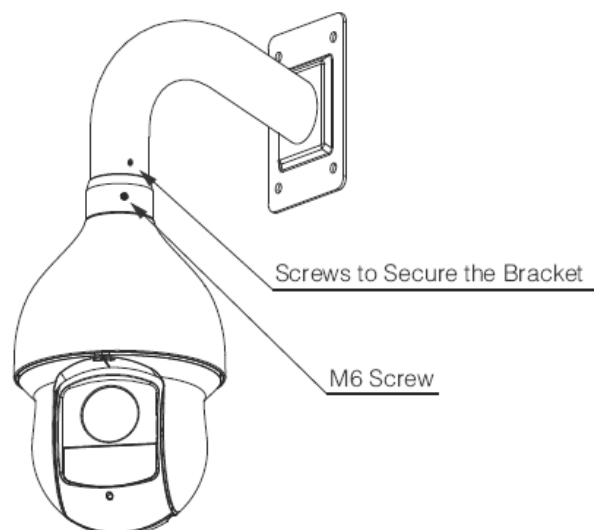

Рисунок 3-2
- 2) Согласно Рисунок 3-2 с помощью внутреннего резьбового соединения кронштейна для настенного крепления до конца присоедините блок переходника и затем закрепите установочным винтом. Проведите составной кабель интеллектуальной скоростной купольной камеры через блок переходника и вытяните с другой стороны кронштейна для настенного крепления. Совместите выступ на верхней части внешней оболочки с внутренним отверстием блока переходника и вставьте его до конца, а затем надежно затяните три винта блока переходника. **Обратите внимание: этот шаг очень важен. Убедитесь в надежности винтовых креплений, в противном случае существует риск падения интеллектуальной скоростной купольной камеры.**